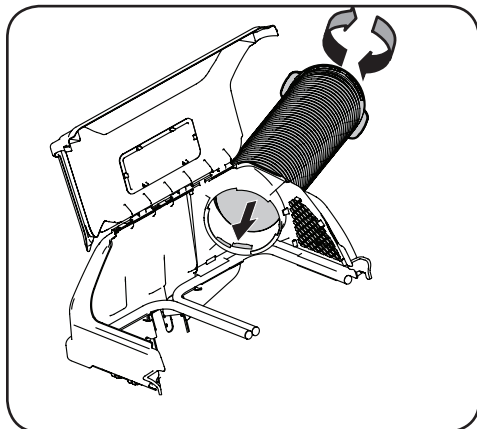

Figure 4-21
1. Vissez fermement l'extrémité supérieure du tube de goulotte dans le support de la goulotte supérieure. Pour assurer un enfilage sûr, il y a deux languettes sur la partie intérieure du support de la goulotte supérieure. Consultez la Figure 4-21.